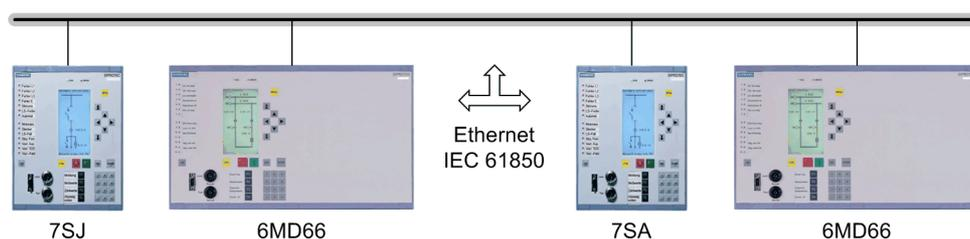

Bild 2-30 Schaltfehlerschutz-System mit 6MD66 und IEC61850—GOOSE
- Bei Verwendung der Kommunikation nach IEC61850 über Ethernet erfolgt der Austausch der Informationen für die Anlagenverriegelungen direkt von Feldleitgerät zu Feldleitgerät (oder zu anderen GOOSE-fähigen Feldgeräten). Es wird dieselbe Ethernet-Schnittstelle verwendet, die auch für die Verbindung zum Station Controller eingesetzt wird (siehe Bild 2-30).